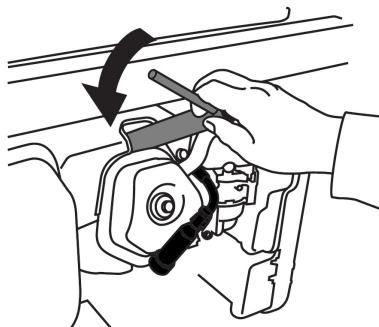

Рис. 17 Обслуживание свечи зажигания
- Измерьте зазор между электродами свечи зажигания специальным щупом. Зазор должен быть 0,7-0,8 мм (Рис. 17). При увеличении, или уменьшении требуемого зазора, рекомендуется заменить свечу, так как регулировка зазора может привести к изменению качества искрообразования.